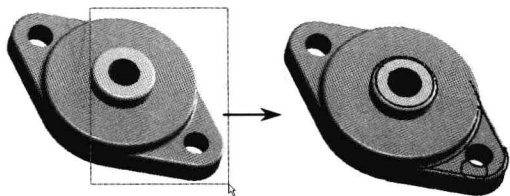

图 1-13 框选对象
- 鼠标单击:在工作区利用鼠标单击可选择对象。按住〈Ctrl〉键继续单击其他对象可选择多个对象,如图 1-13 所示。